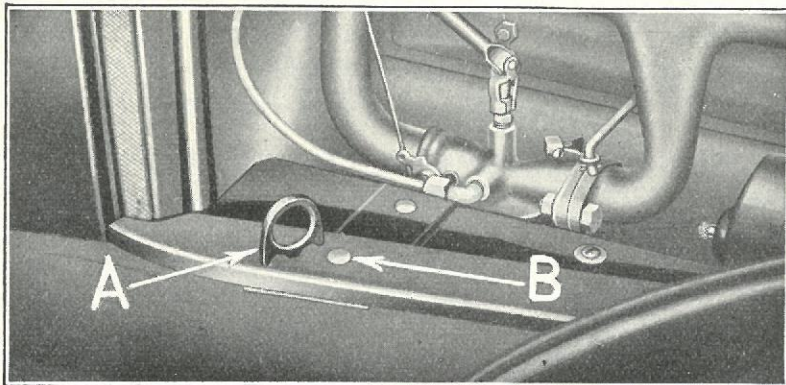

Fig. 543
- 1179** Skru Møtrikkerne af Bolten »B« (Fig. 543) og udtag Boltene.
- 1186** Indsæt Boltene »B« (Fig. 543) og sikrer den med en Fjederskive, men træk ikke Møtrikken fast til, før alle Bolte er indsat.
- 1187** Sæt Motorhjælmlaasen (Fig. 543-A) paa med Fjeder, Underlagsskive og Split.